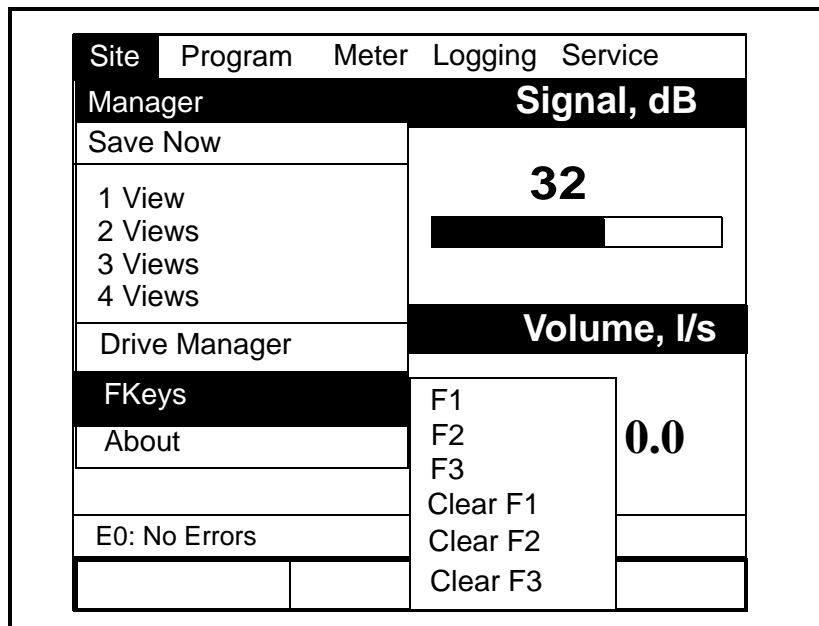

Figura 3-8: Menú FKeys (Teclas programables)
3. Utilice las teclas de cursor [▼] o [▲] para desplazarse hasta la opción *FKeys* (Teclas programables) y pulse [ENTER]. Aparecerá una ventana como la de la figura 3-8.
3. Utilice las teclas de cursor [▼] o [▲] para desplazarse hasta la opción *FKeys* (Teclas programables) y pulse [ENTER]. Aparecerá una pantalla como la de la figura 3-8 en la página 3-9.